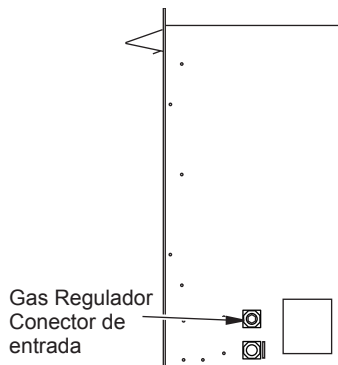

Figura 14 - Gas regulador localización y acceso a línea de gas en gabinete estufa
1. Retire los 2 tornillos de la placa de cubierta de selección de gas ubicados en el lado derecho del calentador (consulte la Figura 14, página 52). Retire exponer dispositivo de selección de combustible.